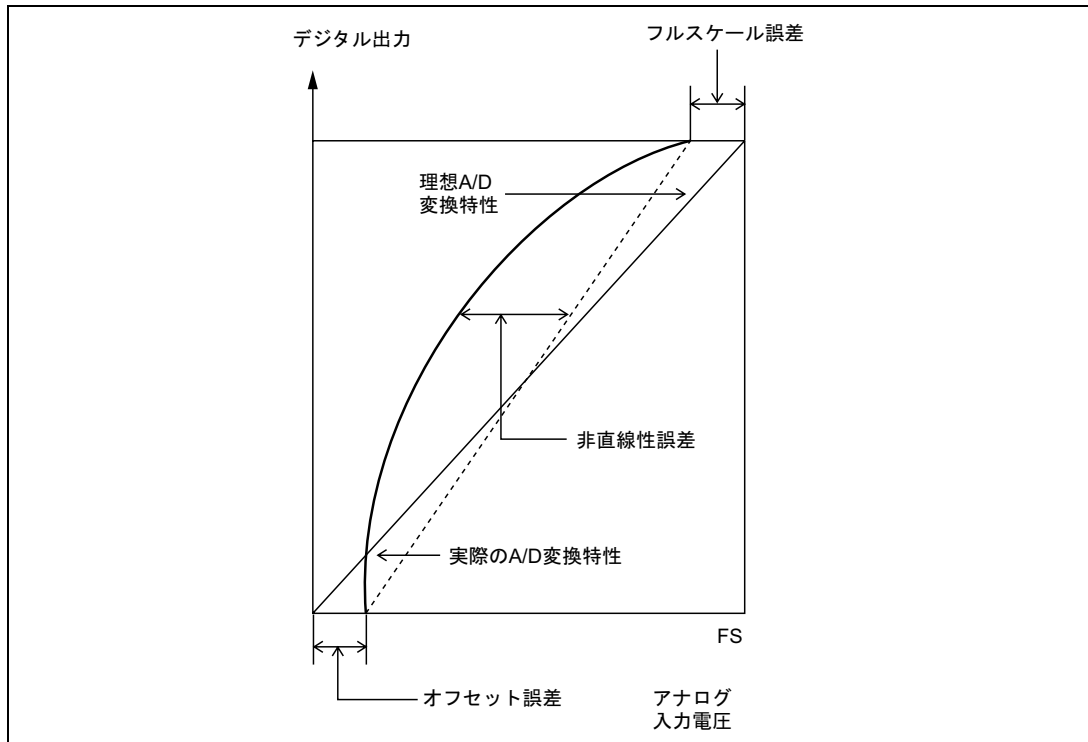

図 15.10 A/D 変換精度の定義 (2)
- オフセット誤差……デジタル出力が最小電圧値 0000000000 から 0000000001 に変化するときのアナログ入力電圧値の理想 A/D 変換特性からの偏差 (図 15.10)。
- フルスケール誤差…デジタル出力が 1111111110 から 1111111111 に変化するときのアナログ入力電圧値の理想 A/D 変換特性からの偏差 (図 15.10)。